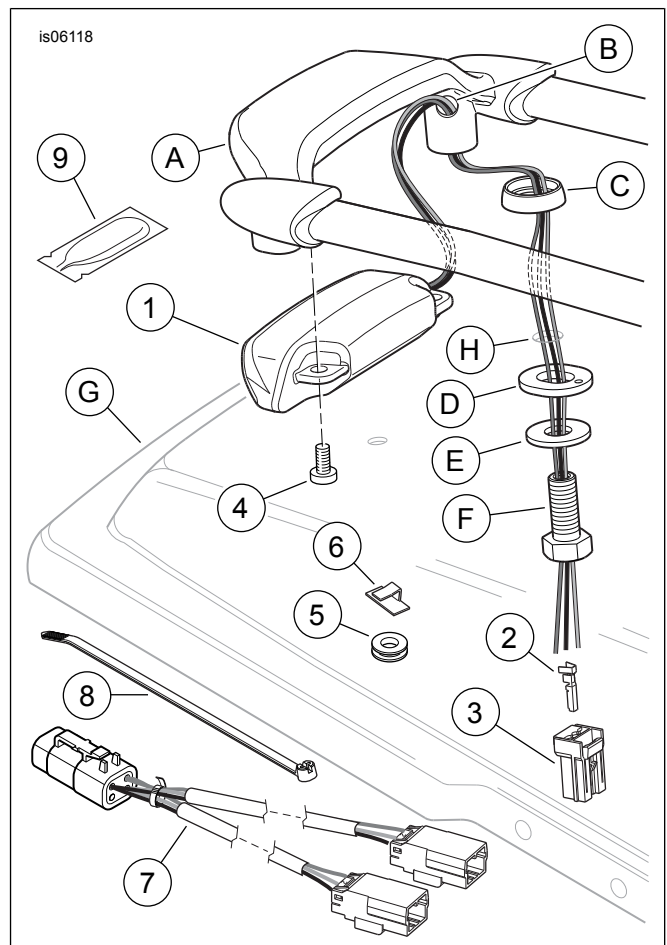

Abbildung 3. Ersatzteile, Air Wing Satteltaschendeckelbügel-Leuchtensätze
Siehe Abbildung 3 und Tabelle 1.
- Für ALLE Installationen:** Siehe Abbildung 3. Eine Baugruppe Satteltaschenbügelleuchte (1) aus dem Satz bereitlegen.
- Die Leuchtenkabel durch die Öffnung (B) in der Seite des Stützapfens des Satteltaschenbügels (A) einziehen und an der Unterseite des Zapfens wieder herausziehen.
- Die Leuchte mit zwei Schrauben (4) aus dem Satz an der Unterseite der Satteltaschenbügel-Querstrebe befestigen. Die Schrauben sicher anziehen.
- Die Leuchtenkabel durch die linke hintere Befestigungsunterlage (C) des Satteltaschenbügels und die linke hintere Öffnung (H) im Satteltaschendeckel (G) einziehen. Den Satteltaschenbügel gemäß den Anleitungen im Air Wing Satteltaschenbügelsatz am Deckel befestigen; dabei die Kabel durch die linke hintere Nylon-Unterlegscheibe des Satteltaschenbügels (D), die Unterlegscheibe (E) und die Sechskant-Hohlschraube (F) einziehen. Die beiden **Kreuzschlitzschrauben** anziehen auf 3,1–3,5 N·m (27–31 **in-lbs**). Die Sechskant-**Hohlschraube** anziehen auf 3,4–5,6 N·m (30–50 **in-lbs**).
3. Clip mit Klebstoffrückseite (3)
2. Siehe Abbildung 3. Sechs Buchsenkontakte (2) und zwei Buchsengehäuse (3) aus dem Satz bereitstellen. Die Kontakte nach den Anweisungen im Werkstatthandbuch an den Kabeln der Satteltaschenbügelleuchte anquetschen.